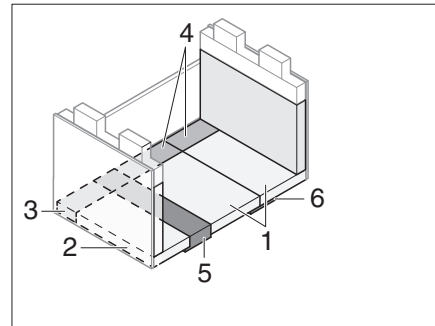

Fig. 198 Dopo la trasformazione
- Applicare i cuscini del divano, dello schienale e aggiuntivi come illustrato in Fig. 198.
- ▷ Per ottenere un maggior comfort in posizione distesa, si può rimuovere lo spessore dal cuscino dello schienale (Fig. 198,2).